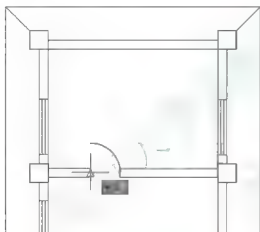

图 3.75 插入“门”图块
(5) 在指定插入点或[基点(B)/比例(S)/旋转(R)/预览比例(PS)/预览旋转(PR)]:提示下，捕捉如图 3.75 所示的卫生间门洞口处。
(6) 在输入门的编号<M-1>:提示下，输入“M-3”后按 Enter 键结束命令。